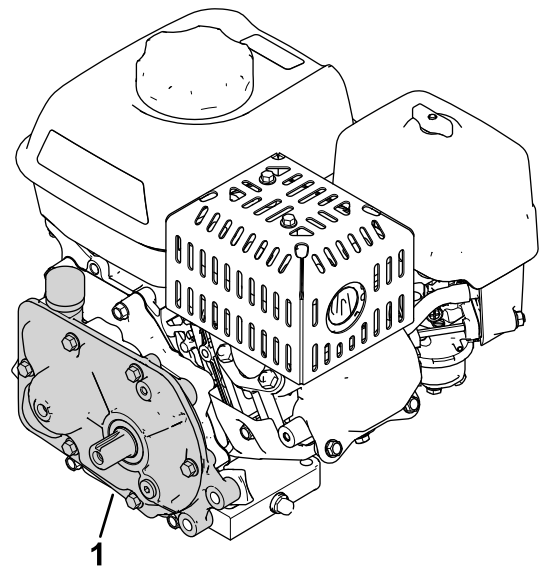

Рисунок 12
**Внимание:** Редуктор двигателя (Рисунок 12) не требует техобслуживания, так как он заполнен высокопроизводительной полужидкой консистентной смазкой с длительным сроком службы.